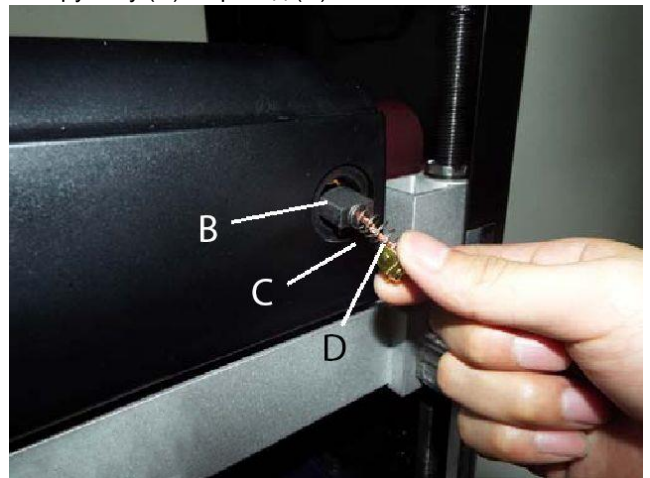

Рис. 15
2. После снятия щетки осмотрите угольную часть (В), пружину (С) и провод (D). См. Рис. 15.